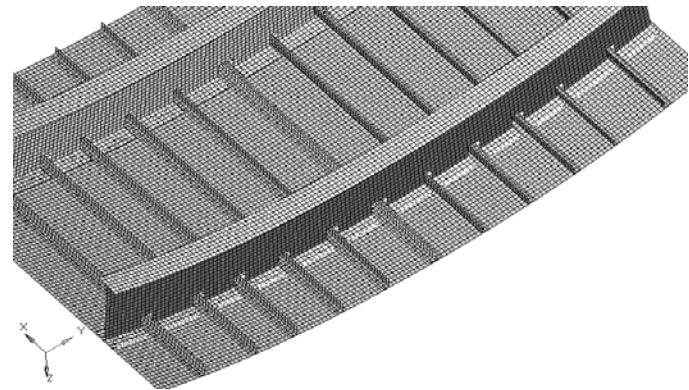

图 7-63 创建此框上的其他直线
(4) 重复上述步骤，创建此框上的其他直线，如图 7-63 所示。